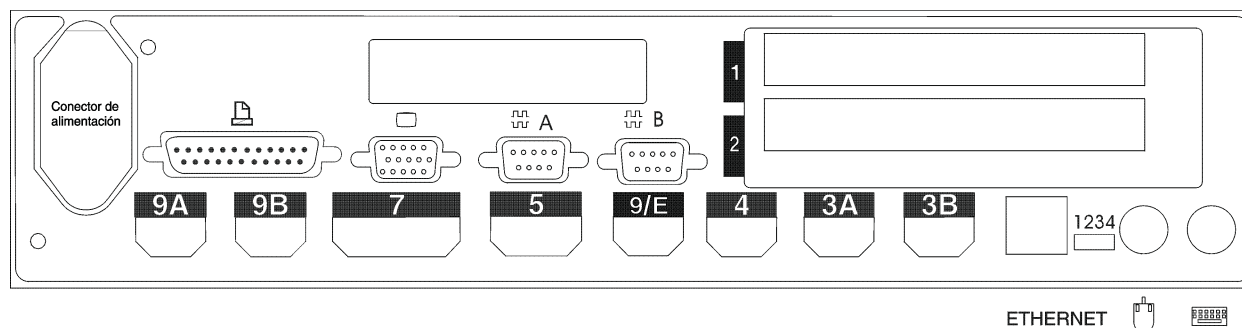

Figura 99. Parte posterior del Controlador/Terminal IBM 4694-2x4 o 4694-245
8. En la Figura 99 marque con una X los zócalos a los que se conectan los dispositivos POS.